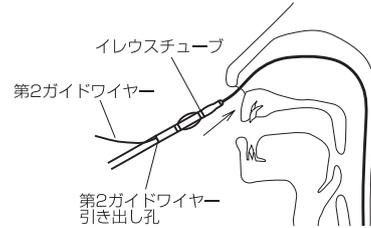

図5
12. イレウスチューブ（予め第1ガイドワイヤーがチューブ内に挿入されているチューブ）の先端開口部に第2ガイドワイヤーの後端部を挿入し、チューブの第2ガイドワイヤー引き出し孔（マーキングのある孔）より引き出す（図5）。